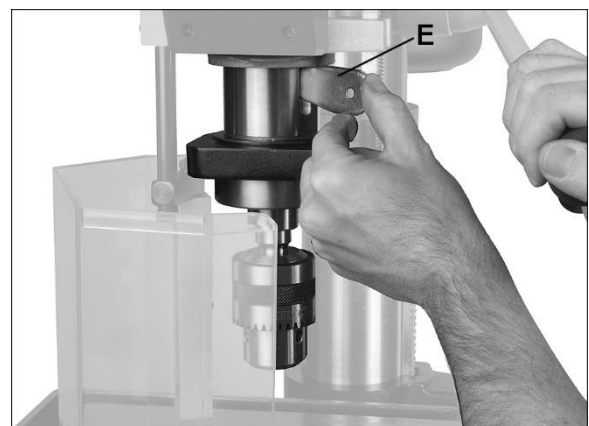

Рис. 6-3: вставка выколотки
17. Положите на стол кусок древесины из отходов и опустите пиноль (Рис. 6-3) с помощью рукояток подачи.
19. Вставьте выколотку (E, Рис. 6-3) в совмещенные пазы и слегка стукните по ней. Патрон вместе с оправкой выпадет из шпинделя.